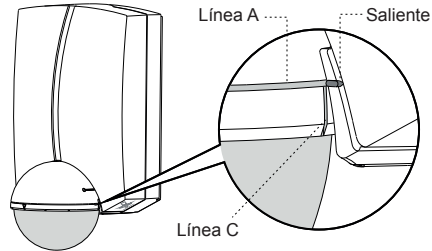

FIG.13-D
- Para conseguir un rango de detección perfecto asegúrese de que la línea hacia la izquierda B (ver FIG.13-C) y la línea hacia la derecha C (Ver FIG. 13-D) se alineen con el saliente respectivamente para mantener la cabeza del detector en posición horizontal.